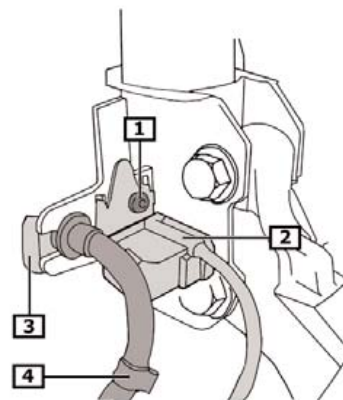
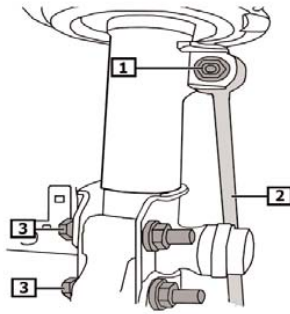
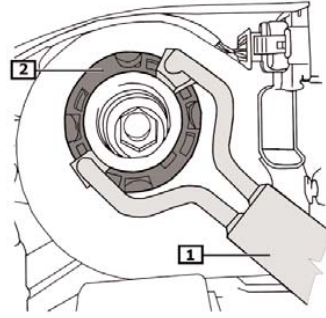

Fig. 4:
Fig. 5:
Fig. 6:
- **Fig. 4** Halteklammer (3) abziehen.
- Bremsschlauch (4) aus dem Halter lösen.
- Schraube entfernen (1).
- CDC Sensor (2) mit Halterung abnehmen.
- **Fig. 5** Mutter (1) abschrauben.
- Koppelstange (2) vom Federbein trennen.
- Schrauben (3) entfernen.
- **Fig. 6** Federbein mit Zapfenschlüssel festhalten. Sicherungsring (2) entfernen.
- **Fig. 4** Remove retaining clamp (3).
- Detach brake hose (4) from bracket.
- Remove screw (1).
- Remove CDC sensor (2) with bracket.
- **Fig. 5** Unscrew bolt (1).
- Detach coupling rod (2) from suspension strut.
- Remove screws (3).
- **Fig. 6** Hold suspension strut securely with a pin wrench. Remove lock ring (2).
- **Fig. 4** Retirer l'agrafe de support (3).
- Enlever le flexible de frein (4) du support.
- Enlever la vis (1).
- Ôter le capteur CDC (2) avec son support.
- **Fig. 5** Dévisser l'écrou (1).
- Séparer la biellette de connexion (2) de la jambe de force.
- Enlever les vis (3).
- **Fig. 6** Maintenir en place la jambe de force à l'aide d'une clé à ergots. Enlever le circlip (2).
- **Fig. 4** Retirar la grapa (3).
- Soltar el manguito del freno (4) de la sujeción.
- Retirar el tornillo (1).
- Quitar el sensor CDC (2) con el soporte.
- **Fig. 5** Desatornillar la tuerca (1).
- Soltar la barra de acoplamiento (2) del amortiguador.